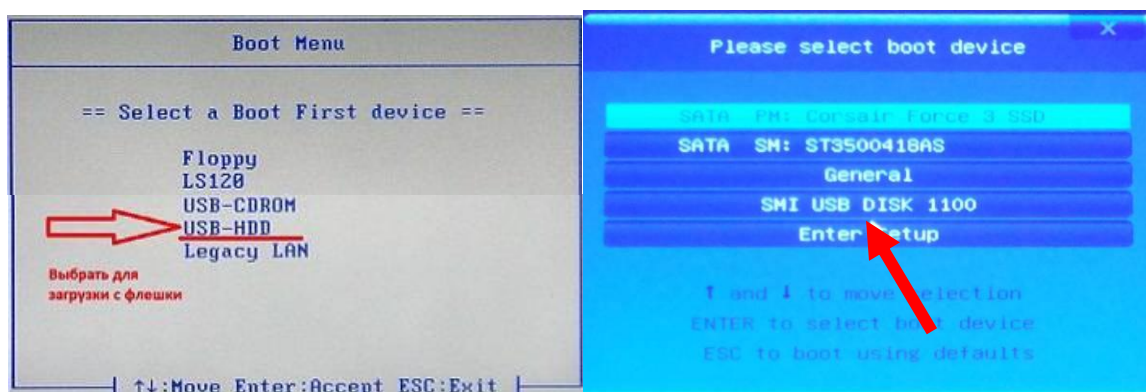

Рис. 29. Вид экрана выбора USB в меню загрузки.
3. При нажатии указанной клавиши появится загрузочное окно Boot Menu (рис. 29).